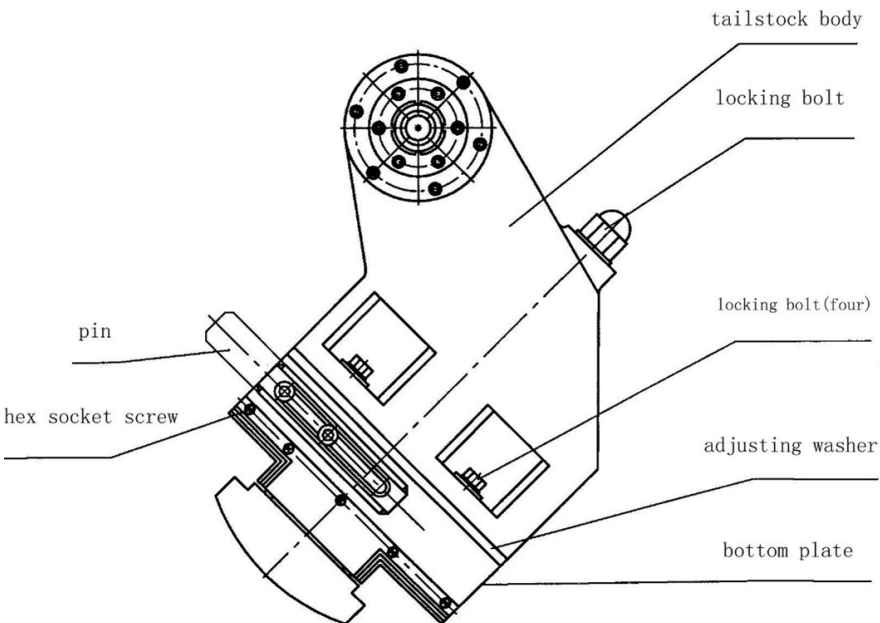

Abb. 5.5
- b) Ziehen Sie die Sicherungsschraube an (siehe Abbildung 5.5).